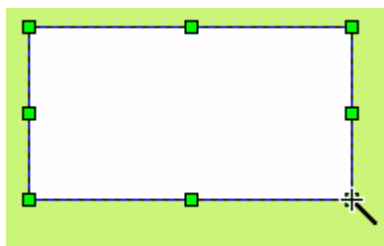

图 4-35 矩形操作
- 把鼠标移到画面中的其他位置，此时系统会自动绘制出矩形，然后单击鼠标左键即可绘制出矩形。如图 4-35 所示：